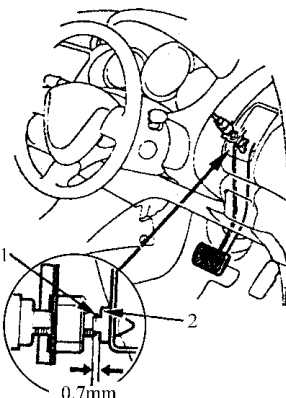

图 8-4 调整制动开关与衬垫之间的间隙
4) 将制动开关向里推, 直到其柱塞被完全压紧(螺栓端与踏板臂上的衬垫接触), 然后, 顺时针转动制动开关, 直到锁紧。如图 8-4 所示, 通过锁紧开关, 制动开关与衬垫之间的间隙将自动调整到 0.7mm。确认踏板松开后, 制动指示灯熄灭。